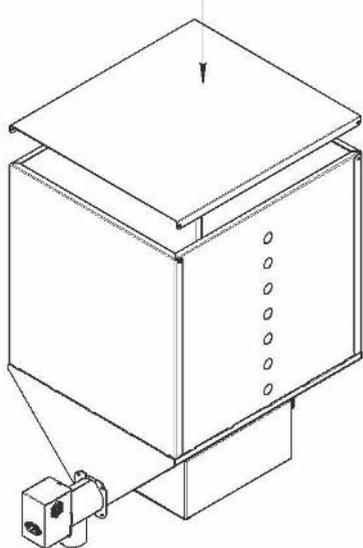

Рисунок 7
10. Зафиксируйте все винтовые соединения и при необходимости установите крышку (Рис. 7).